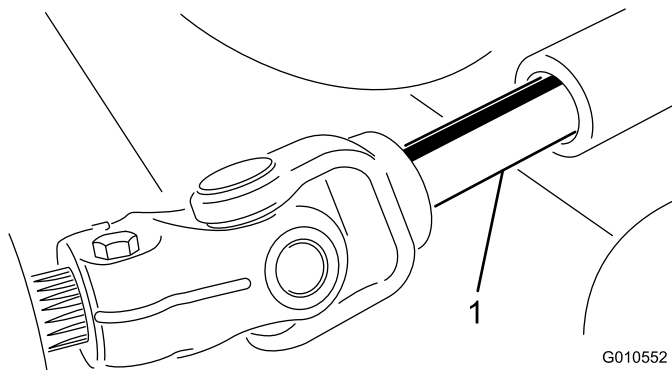

Bild 25
3. Schieben Sie die Zapfwelle mit Außengewinde in die Zapfwelle mit Innengewinde (Bild 25).